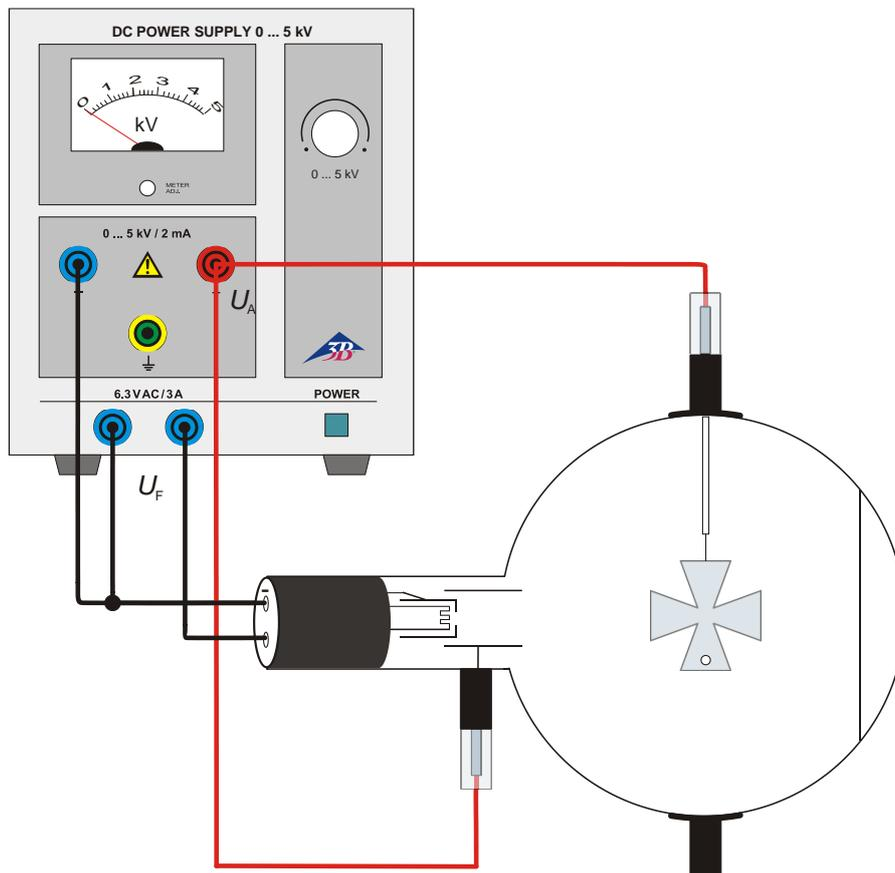

Fig. 1 Propagación rectilínea de rayos de electrones
- Se realiza el circuito de acuerdo con la Fig. 1, conectando el polo negativo de la tensión
- Se realiza el circuito de acuerdo con la Fig.1, conectando el polo negativo de la tensión del ánodo con el casquillo de 4 mm denominado (-) en el cuello del tubo.
- Se realiza el circuito de acuerdo con la Fig. 1, conectando el polo negativo de la tensión del ánodo con el casquillo de 4 mm denominado (-) en el cuello del tubo.